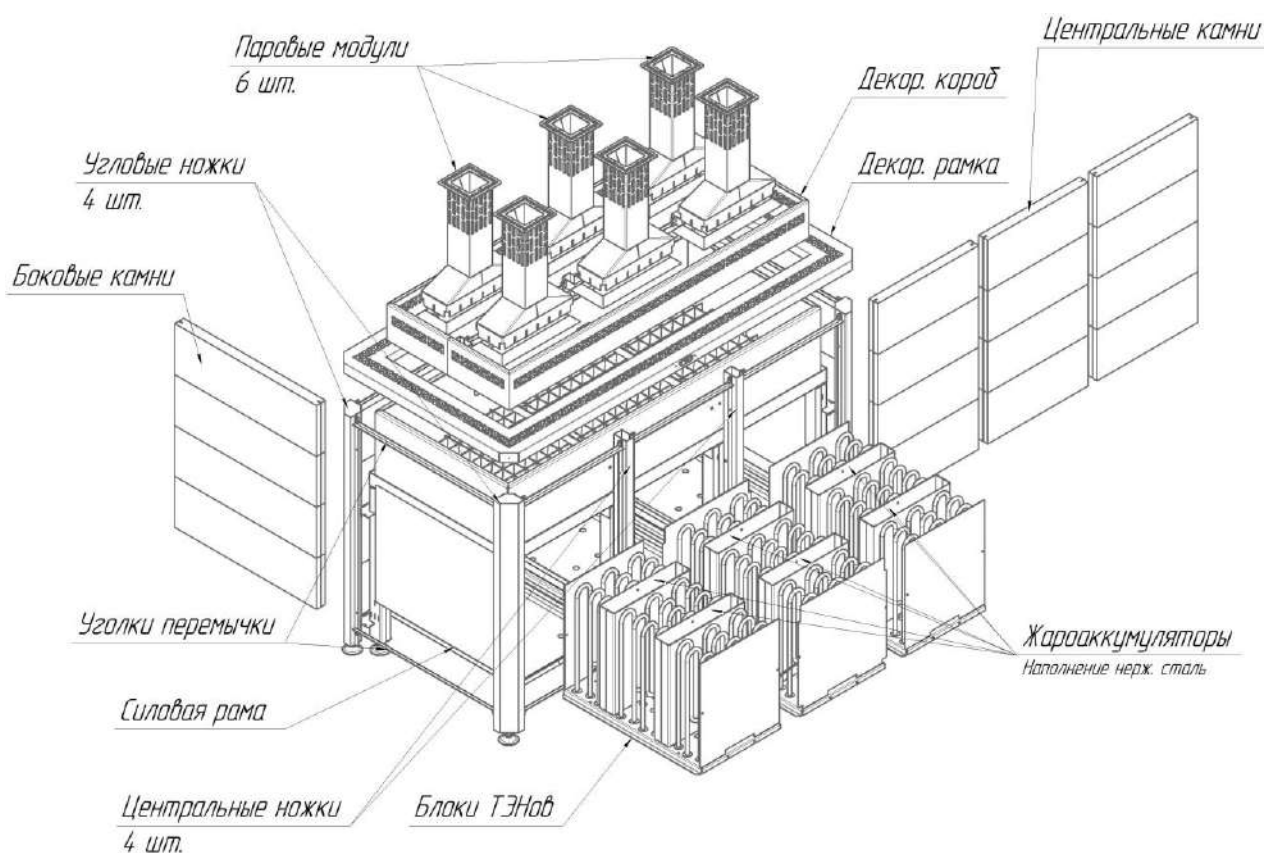

Рис. 1 Сборка в камне ЭНУ Премьера Профи
1. Установить силовую раму печи на ровное основание (рис. 1),